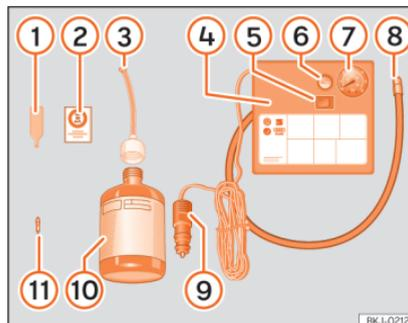

Abb. 104 Prinzipdarstellung: Bestandteile des Pannensets
Das Pannenset befindet sich im Gepäckraum unter dem Bodenbelag. Es besteht aus folgenden Bestandteilen » Abb. 104:
Den Reifenfüllschlauch »» Abb. 104 ⑧ wieder anschließen und den Reifenfülldruck an der Reifenfülldruckanzeige ⑦ ablesen.